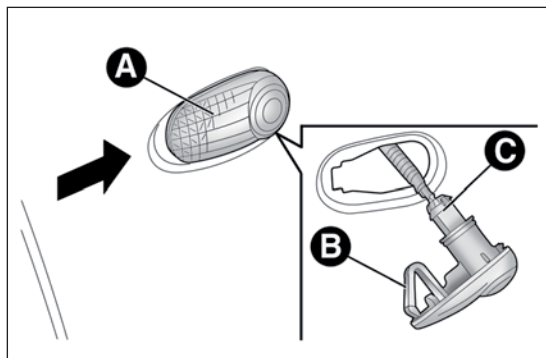

РИС. 139
- нажмите на прозрачную крышку А РИС. 139, чтобы сжать пружину В, потяните наружу и выньте узел;